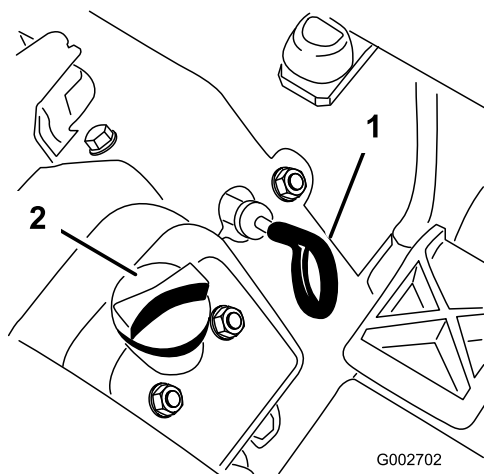

Figura 24
3. Pentru a îndepărta murdăria, iarba tăiată etc. departe de motor, curățați zona din jurul rezervorului de ulei și al jojei înainte de a o scoate (Figura 24).
4. Scoateți joja (Figura 24) și tergeți-o cu o lavetă curată.